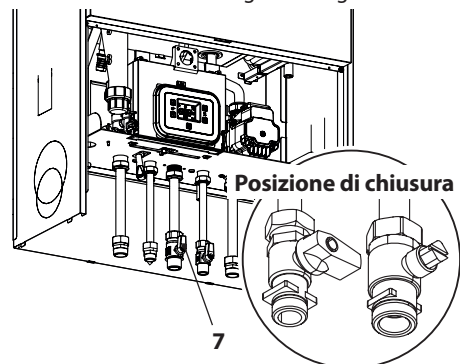

Figura 6.2
- Richiudere il rubinetto gas 7 in Figura 6.2.